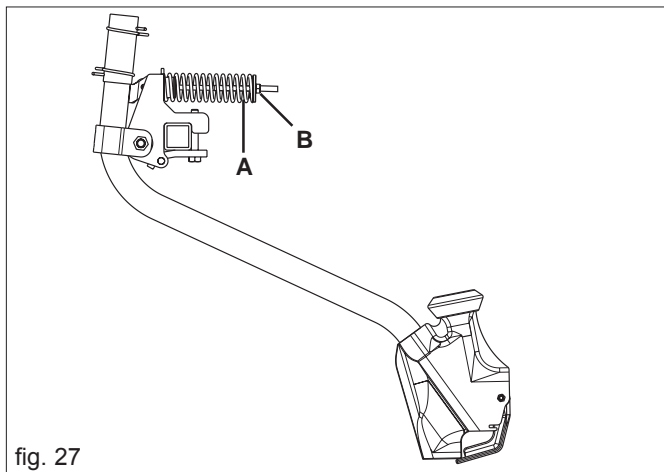

fig. 27
La profondeur de semis est réglée individuellement sur chaque élément, en agissant sur les ressorts à compression (A, Fig. 27) au moyen de l'écrou (B). Suivant le type de terrain, augmenter ou diminuer la compression du ressort pour déterminer la profondeur de travail correcte.